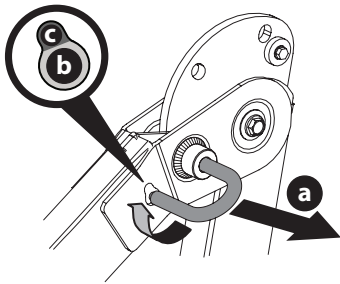

Figure 4
1. Tirez sur la partie supérieure de la structure de protection anti-retournement pour pouvoir retirer la goupille de verrouillage (a) de la position verrouillée (b). Tournez-la dans la position de réglage (c). Répétez l'opération pour l'autre goupille (Figure 4).